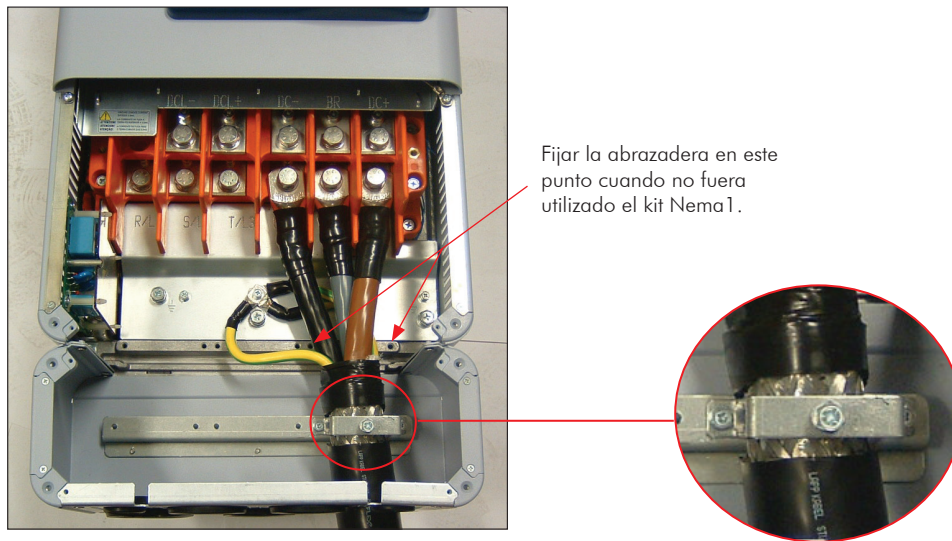

Figura 3.17 - Ejemplo de conexión del blindaje del cable del motor en la parte inferior del kit Nema 1 suministrado con el producto
- (1) SCu = blindaje externa de cobre o aluminio.
- (2) AFe = acero o hierro galvanizado.
- (3) PE = conductor de tierra.
- (4) El blindaje de los cables debe ser puesto a la tierra en los dos lados, convertidor de frecuencia y motor. Deben ser hechas conexiones de 360° para una baja impedancia para altas frecuencias. Consulte la Figura 3.17 en la página 3-24.
- (5) Para el blindaje actuar como tierra de protección, este debe tener por lo menos 50 % de la capacidad de conducción de los conductores de fase. Caso contrario utilice conductor de tierra adicional externamente al cable blindado, se quedando el blindaje como protección de EMC.
- (6) La capacidad de conducción del blindaje para altas frecuencias debe ser por lo menos 10 % de la capacidad de conducción de los conductores de fase.
- ☑ Conexión del blindaje de los cables del motor a tierra: hacer conexión de baja impedancia para altas frecuencias. Ejemplo en la Figura 3.17 en la página 3-24. En los convertidores sin el kit Nema1 coloca a tierra el blindaje del cable del motor de modo similar fijando la abrazadera en la parte interna del convertidor.